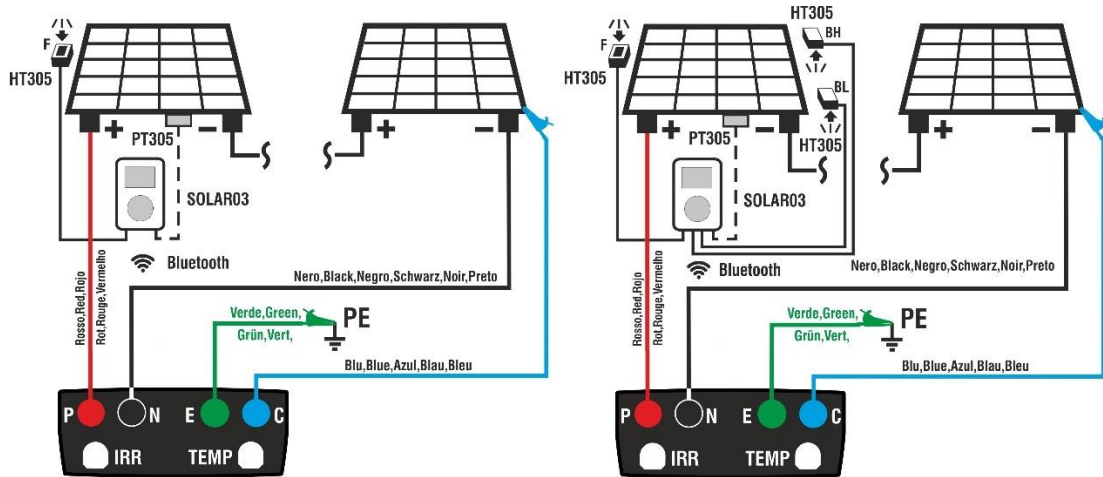

Fig. 13: Utiliser avec SOLAR03 en connexion directe sur module Monofaciaux et Bifaciaux
3. Connecter l'instrument au module/chaîne en cours d'essai et, le cas échéant, au nœud principal de mise à la terre de l'installation et aux masses métalliques mises à la terre comme indiqué dans la Fig. 13. En particulier :
- **Dans le cas des modules Bifaciaux** →, placer les **3 cellules de référence HT305** sur le plan frontal du module (**F**), sur le dos supérieur (**BH=BackHigh**) et sur le dos inférieur (**BL=BackLow**) Connecter la cellule de référence frontale (F) à l'entrée « **INP1** », la cellule de référence BH à l'entrée « **INP2** », la cellule de référence BL à l'entrée « **INP3** » et **éventuellement** la sonde de température **PT305** à l'entrée « **INP4** » de l'unité remote. Conformément à la norme IEC/EN60904-1-2, l'instrument calcule la valeur d'irradiance frontale équivalente (Irr_{eq}) qui correspond à l'irradiance sur le seul plan frontal produisant les mêmes effets que l'irradiance détectée sur les deux faces en tenant compte du **coefficient de biface** (φ) du module selon la relation suivante :